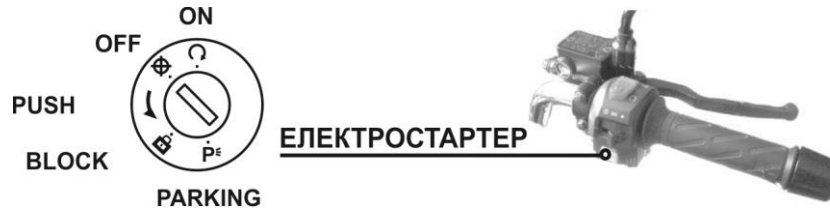

Рис. 4.1. Замок запалювання
3. При повністю закритій дросельній заслінці натиснути клавiшу запуску двигуна електростартером (див. рис. 4.1.) і утримувати її в натиснутому стані до запуску двигуна, але не більше 5 секунд. Якщо запуск двигуна не відбувся, почекати 10 секунд і знову натиснути клавiшу запуску. Якщо двигун на холостому ході працює не стабільно, після запуску злегка відкрийте дросельну заслінку.
Для того, щоб заглушити двигун, переведіть кнопку ввімкнення у положення «» і поверніть ключ запалювання в крайнє ліве положення (див. рис. 4.1.).
Для того, щоб мотоцикл знаходився у режимі стоянки спочатку поверніть кермо у крайнє ліве положення, а потім ключ запалювання у положення «**BLOCK**» – блокування керма. Коли залишаєте мотоцикл на стоянці переводьте ключ у крайнє праве положення «**PARKING**» – стоянка. (див. рис. 4.1.).
Після зупинки мотоцикла необхідно заглушити двигун і встановити мотоцикл на одну з відкидних підніжок – або бічну, або центральну. Не рекомендується залишати мотоцикл притуленим до стіни, стовбуру дерева або до будь-якої іншої опори, тому що при цьому не виключається можливість його самовільного переміщення або падіння. Важіль перемикачів передач повинен бути переведений у нейтральну позицію, кермо повернуте до упору вліво, запалювання повинно бути вимкнено, ключ запалювання переведений у крайнє ліве положення (див. рис. 4.1.). Ключ витягнути.